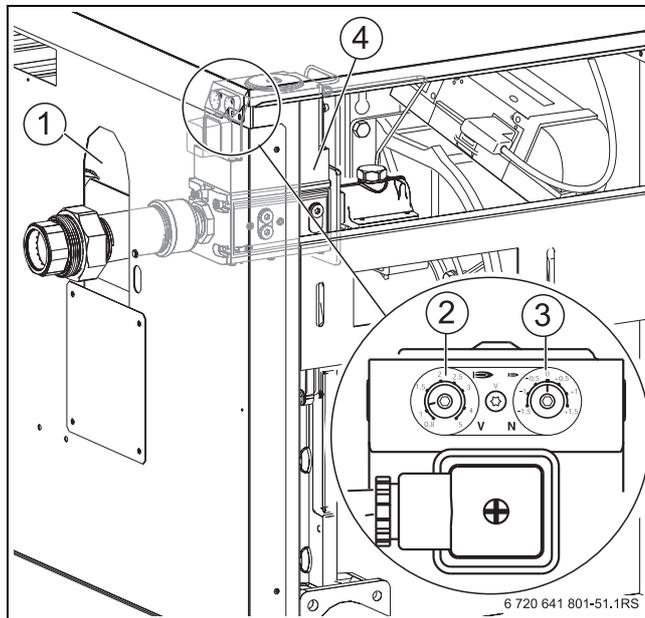

Рис. 29 Переналадка на другой вид газа котлов мощностью 200 - 280 кВт
- ▶ Увеличьте показание регулировочного винта V (→ рис. 29, [2]) на 0,5, например, с 1,1 до 1,6.
- ▶ Уменьшите показание регулировочного винта V (→ рис. 29, [2]) на 0,5, например, с 1,6 до 1,1.